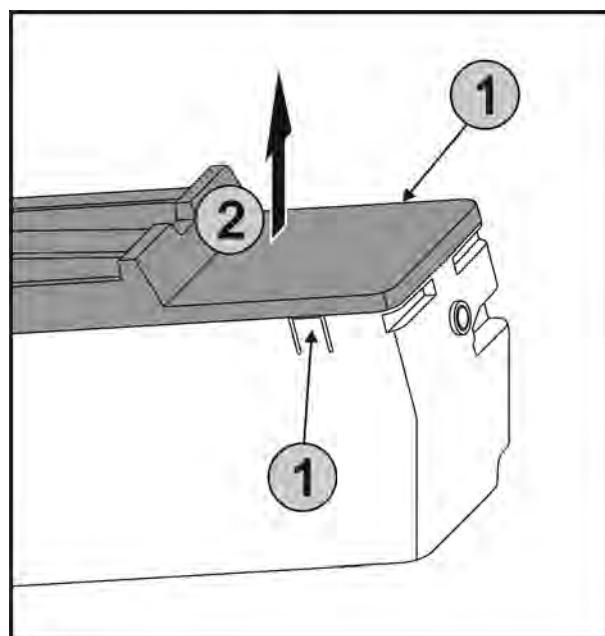

Fig. 31
- Одновременно нажать на накладки Fig. 31 (1) на обеих сторонах EasyTwist-Ice и снять крышку Fig. 31 (2) движением вверх.